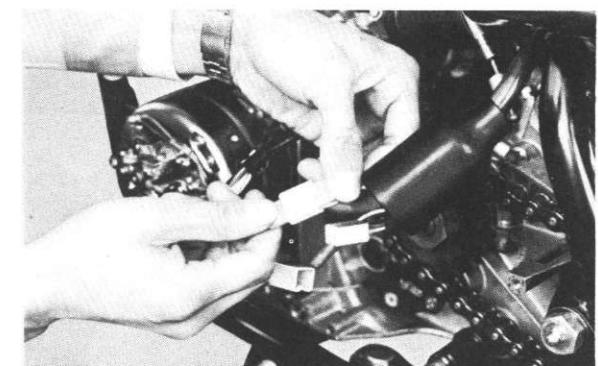

Fig. 4-1-6
6. Remove the A.C. generator wiring and the neutral switch wire. (Fig. 4-1-6)
6. Déconnectez le câblage de l'alternateur et le fil du contacteur de point mort. (Fig. 4-1-6)
6. Verdrahtung der Wechselstrom-Lichtmaschine und Kabel des Neutralschalters lösen. (Abb. 4-1-6)